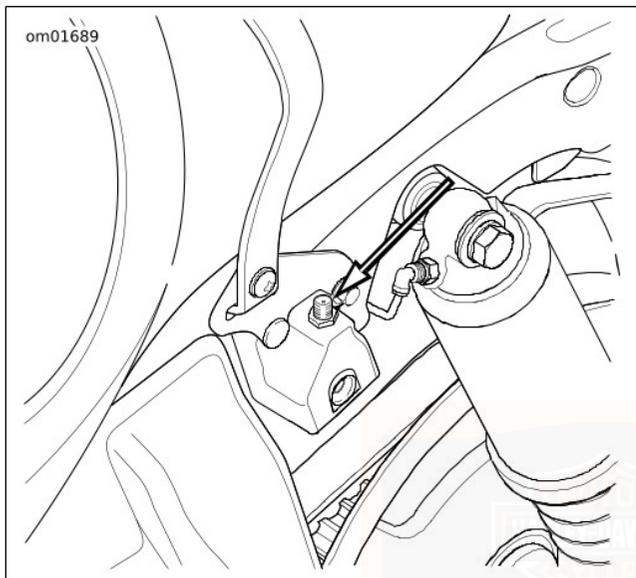

Figura 33. Valvola dell'aria delle sospensioni posteriori
2. Vedere Figura 33. Rimuovere il tappo della valvola dell'aria vicino alla cima dell'ammortizzatore sinistro.